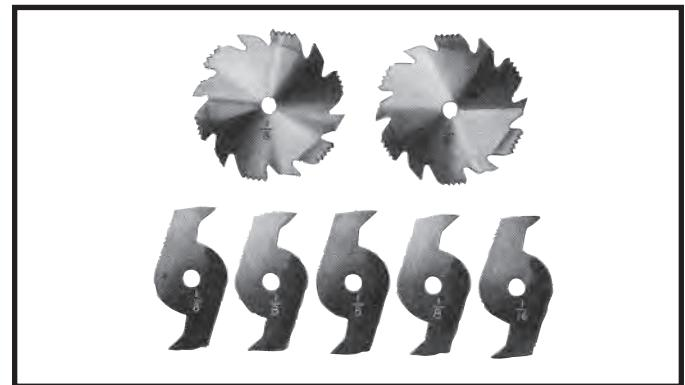
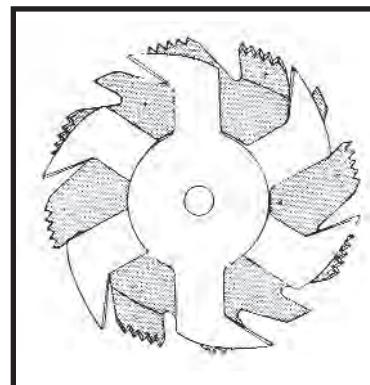
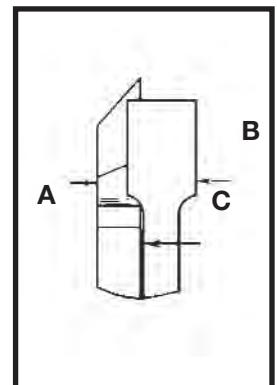

Fig. 44A
Fig. 45
Fig. 46
1. Cortar ranuras consiste en realizar un rebajo o surco ancho en la pieza de trabajo. La mayoría de los juegos de cabezales para ranuras están compuestos de dos sierras externas y cuatro o cinco cuchillas internas, (Fig. 44A). Se utilizan diversas combinaciones de sierras y cuchillas para cortar ranuras desde 3,18 mm (1/8") hasta 20,63 mm (13/16") para la instalación de estantes y la realización de uniones, espigas, ranuras, etc. Las cuchillas son muy indentadas y deben estar colocadas de tal modo que la porción pesada caiga dentro de los pasos de las sierras externas, como se muestra en la Fig. 45. La superposición de la sierra y la cuchilla se distingue en la Fig. 46, siendo (A) la sierra externa, (B) una cuchilla interna y (C) una arandela o arandelas de papel, usadas según sea necesario para controlar el ancho exacto de la ranura. Para cortar una ranura de 6,35 mm (1/4") se utilizan dos sierras externas. Los dientes de las sierras deben estar ubicados de manera que el rastrellador de una sierra quede junto a los dientes de corte de la otra sierra.